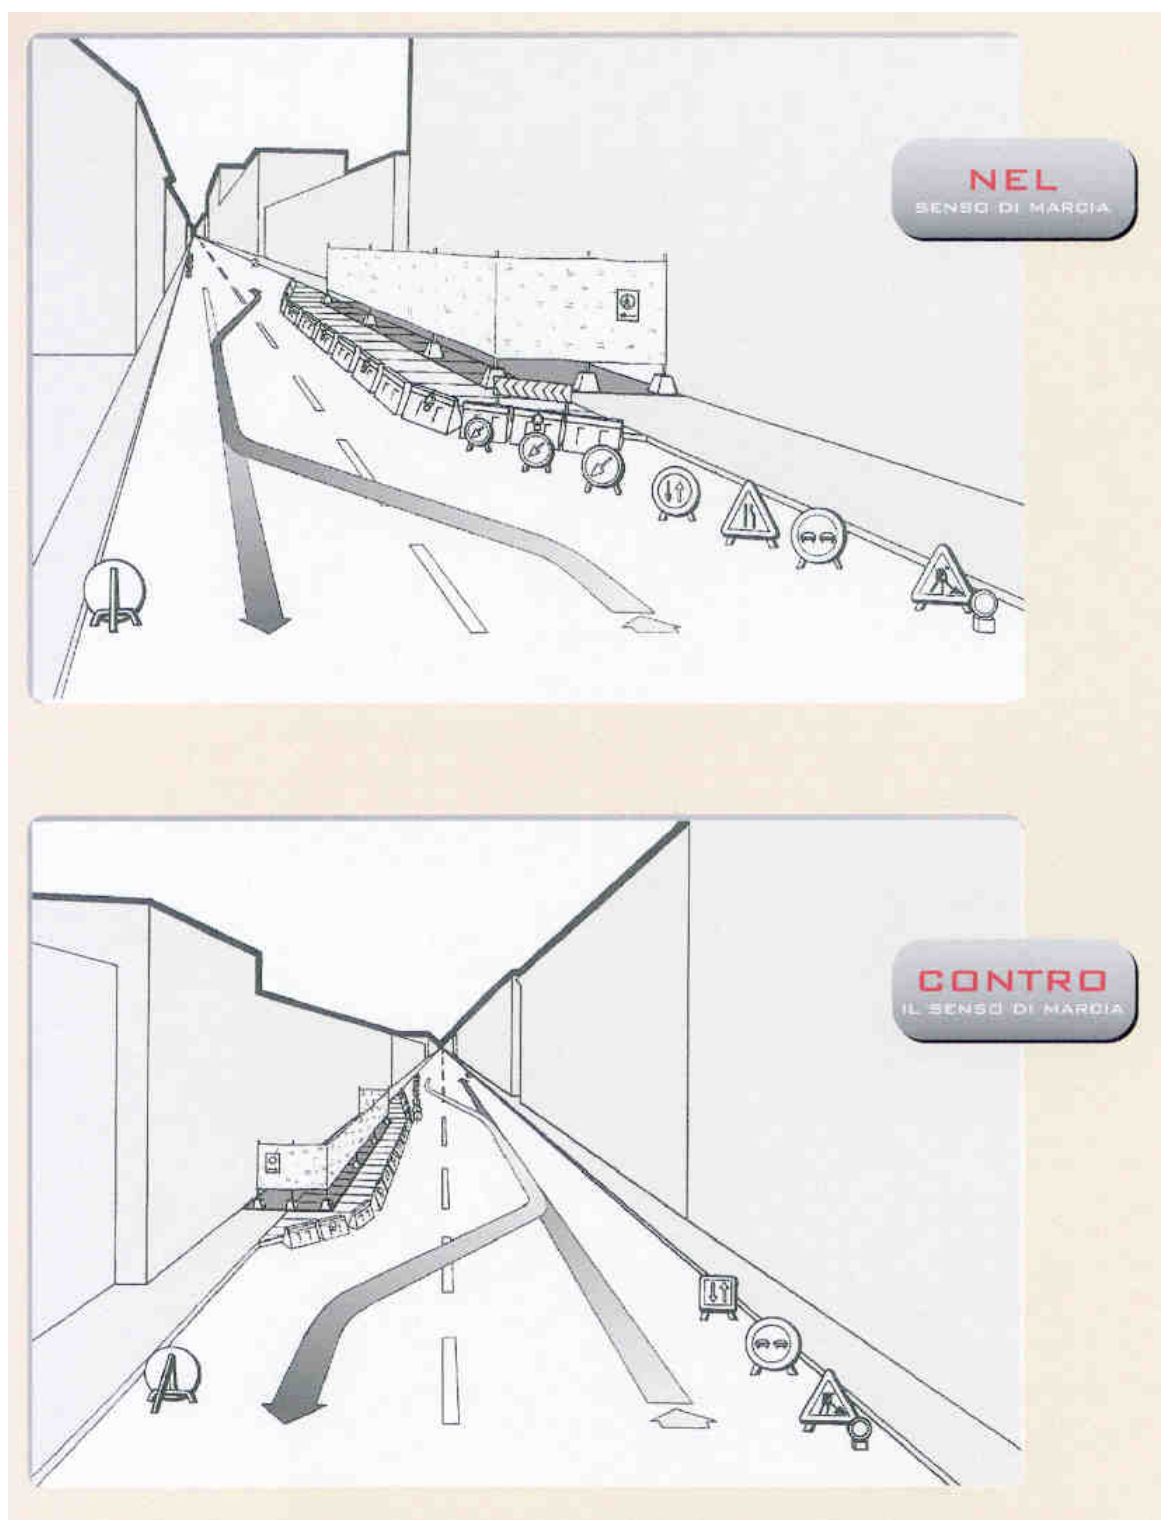

Figura 7a – Carreggiata libera minore di 5,60 m e larghezza corsia libera dai lavori maggiore di 2,75 m con passaggi protetti per pedoni. Figura descrittiva.
- Figura 7a Carreggiata libera minore di 5,60 m e larghezza corsia libera dai lavori maggiore di 2,75 m con passaggi protetti per pedoni. Figura descrittiva.